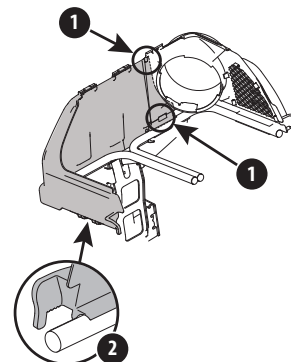

Figure 9
3. Faites glisser le couvercle gauche du bac récupérateur dans le support de la goulotte supérieure et installez-le sur le support des sacs collecteurs. Faites enclencher les deux pattes sur la partie avant du support de la goulotte supérieure. Voir Figure 9 (1).
4. Faites enclencher les éléments de fixation sur la barre gauche du support des sacs collecteurs. Voir Figure 9 (2).